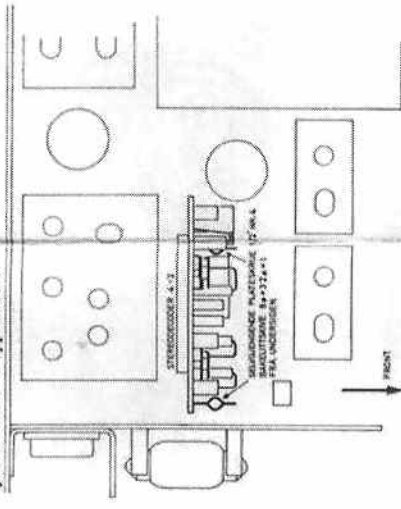

Fig. 4. Montering av stereodekoder 4-2 i SØLVSUPER 10.
3. Trekk ut ekvivalentkortet og monter dekoderen som vist i fig. 4. Legg isolasjonsskivene mellom skruhodene og hovedplatens folieside og fest med to skruer fra TK-platens folieside.